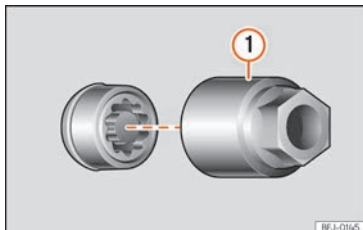

Fig. 37 Tornillo antirrobo de la rueda con capuchón y adaptador.
- Encaje el adaptador especial »» fig. 37 ① (herramienta de bordo »» pág. 41) en el tornillo antirrobo de la rueda hasta el tope.